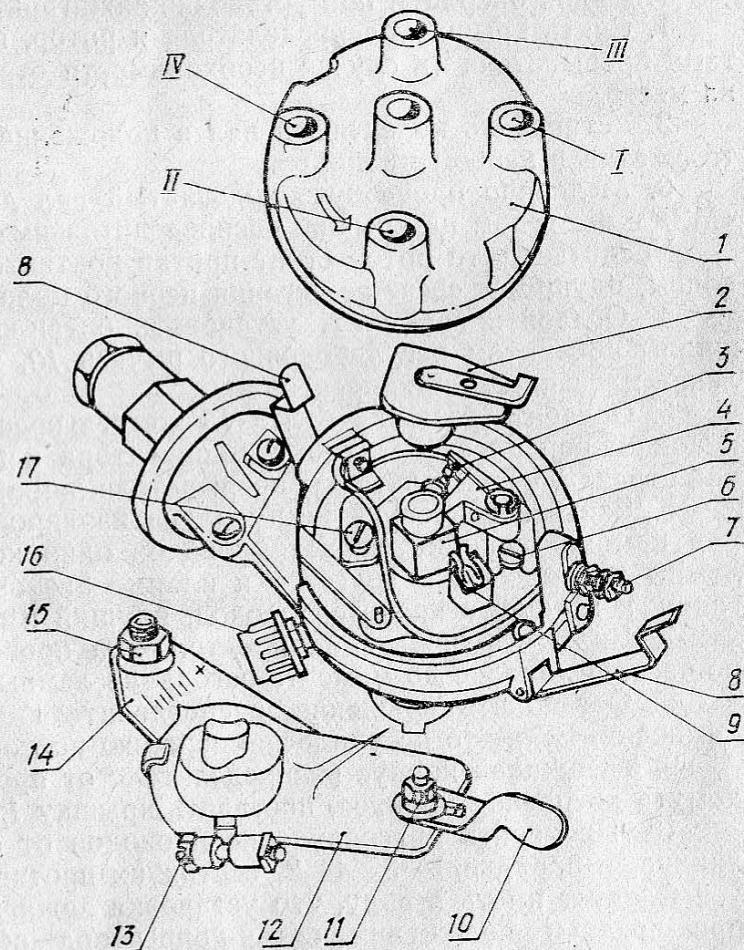

Рис. 19. Распределитель зажигания:
Регулировка зазора производится следующим образом. Необходимо снять крышку 1 распределителя и бегунок 2 (рис. 19) и медленно проворачивать пусковой рукояткой коленчатый вал двигателя в положение, когда зазор между контактами 3 прерывателя будет наибольшим, т. е., когда текстолитовый кулачок 4 прерывателя установится на вершине грани кулачка 5. После этого плоским шупом проверяют зазор между контактами. Если зазор не соответствует указанной выше величине, необходимо ослабить винт 17 и, повернув эксцентрик 6, установить требуемый зазор, далее закрепить винт и снова проверить зазор. Затем нужно поставить крышку на место и закрепить ее защелками 8. После регулировки зазора между контактами прерывателя нарушается правильность установки момента зажигания. Поэтому установку зажигания надо проверить и, если требуется, подрегулировать.
**Установка зажигания.** Зажигание устанавливают по метке «МЗ», указывающей момент зажигания в первом цилиндре. Начало размыкания контактов прерывателя должно происходить в момент, когда метка «МЗ» на крышке маслочистителя совпадает с установочным выступом *a* на крышке распределительных шестерен (см. рис. 7). При этом бегунок (ротор распределителя) 2 должен находиться против электрода распределителя с цифрой I (см. рис. 19).